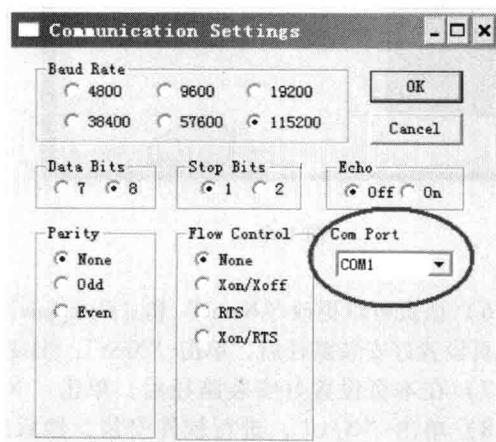

图 1-11
2) 根据串口线实际接到电脑串口的情况选择串口端口：依次单击菜单“CommPort”——“settings...”，打开串口通信设置子菜单，如图 1-11 所示。